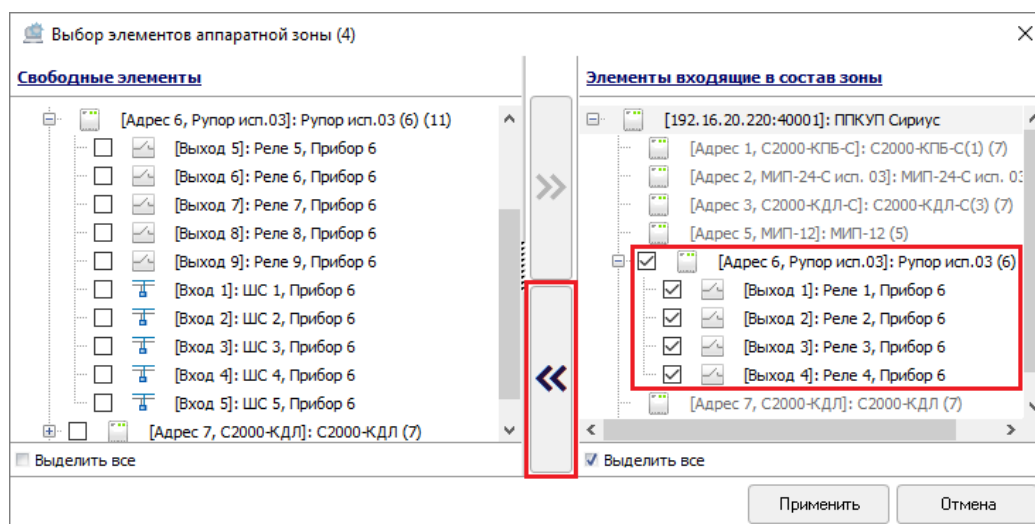

Рисунок 6-313 Удаление элементов и приборов из состава аппаратной зоны кнопкой переноса
- в поле «Элементы, входящие в состав зоны» установите флаг в чек-боксах слева от тех элементов/приборов, для которых необходимо снять привязку к настраиваемой простой аппаратной зоне, и нажмите кнопку переноса  (см. Рисунок 6-313);